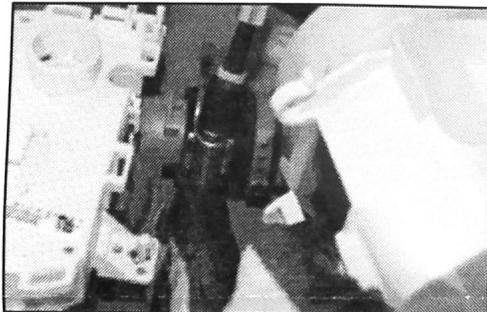

FIGURE 7
- c. Réinsérer l'extrémité libre de la bride sous la vis de serrage et faire tourner la vis de serrage avec un tourne-écrou de 1/4 po pour que la vis agrippe l'extrémité libre de la bride. Voir la Figure 7.